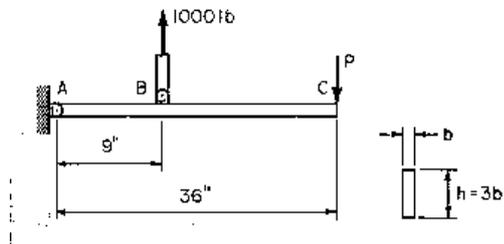

FIGURA 13.-
13.- La palanca que se muestra en la figura 13 debe ejercer una fuerza de 1000 lb en B. Diseñe la palanca con un peralte igual a 3 veces su ancho. El esfuerzo permisible es de 12000 psi.